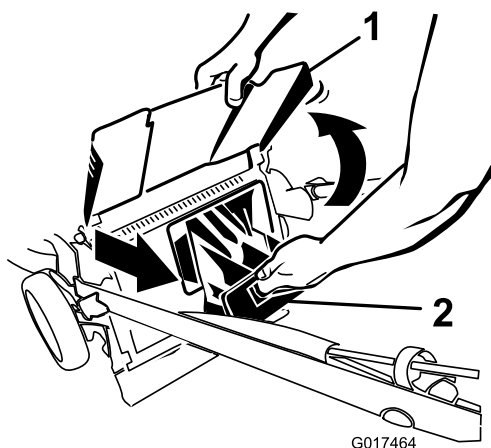

Figure 20
2. Soulevez le déflecteur d'éjection et gardez-le dans cette position (Figure 20).
3. Retirez l'obturateur d'éjection arrière (Figure 20).